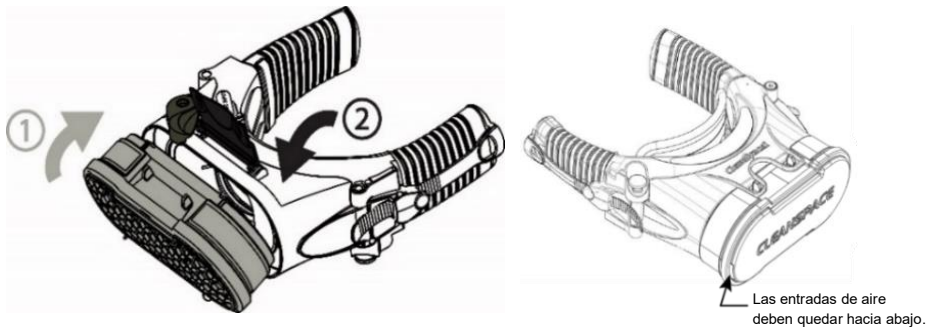

Figura 15 – a) Colocar un nuevo filtro HE, b) Orientación del filtro HE + Olores molestos
- Coloque el respirador boca abajo. Con el pulgar, desplace el seguro y luego tire firmemente del cierre alejándolo del filtro. Ahora puede retirar el filtro. Consulte la Figura 15.